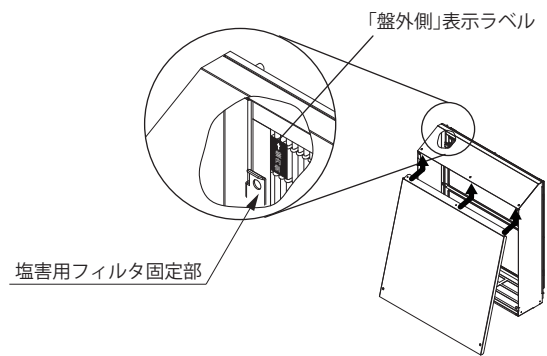

図2
- ・塩害用フィルタは、キャビネット外側から「盤外側」表示ラベルが左上上部に見えるように取り付けてください。十分な塩分捕集効果が得られません。(図2)